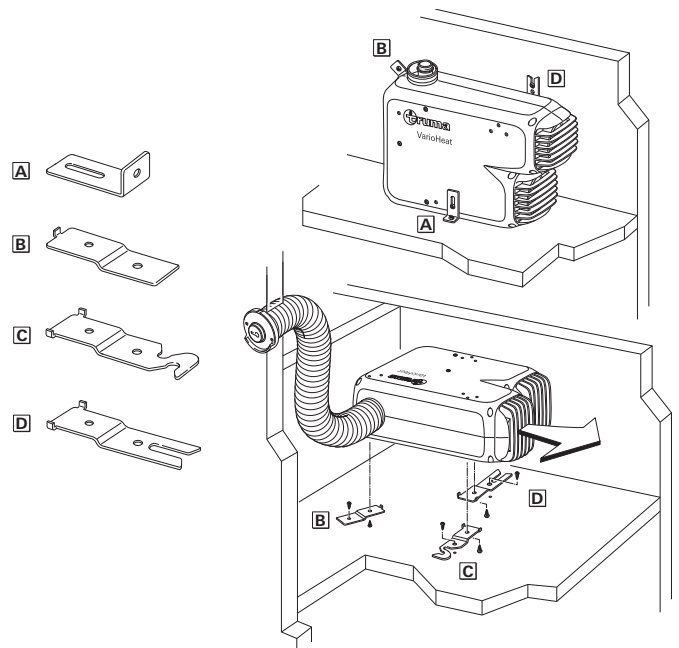

Fig. 12
Fastgør rørene for hver 50 cm med et spændebånd (15) (fig. 12)